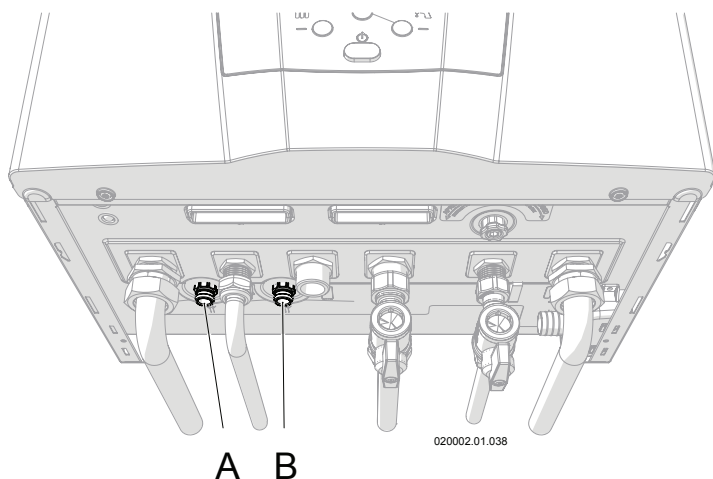

Figure 8-18 - Robinets de vidange du circuit de chauffage
- 5.- raccorder aux robinets de vidange « A » et « B » (voir Figure 8-18) un tuyau flexible et le diriger vers l'évacuation d'un évier ou similaire ;
- 8.- une fois toute l'eau évacuée, fermer les purgeurs des éléments chauffants et les robinets de vidange « A » et « B » de la Figure 8-18.